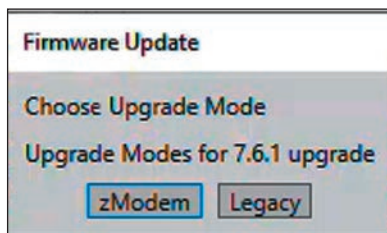

Figura 58. La ventana de diálogo Actualización del Firmware.
**PASO 10.** Cuando se le solicite, seleccione la opción zModem para realizar la actualización del firmware. Ver Figura 58.